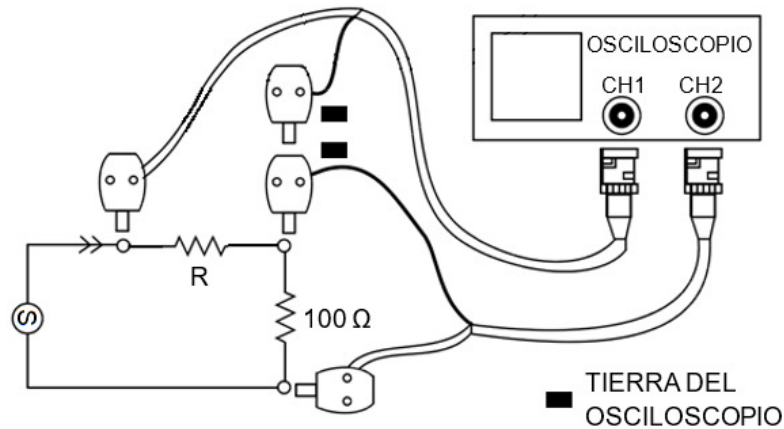

Figura 15.3: Circuito ensamblado con el osciloscopio, la resistencia de $100\ \Omega$ y la resistencia R
- 3) Monte el circuito de la figura 15.3 para estudiar la curva característica de la resistencia de carbón. En este circuito R es el elemento E2.